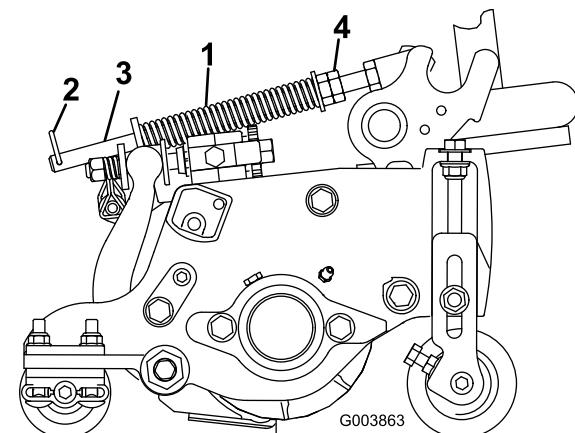

图15
草坪补偿弹簧（图15）可将重量从前滚筒转移至后滚筒。（这有助于减少草坪的波动图形，也称为波浪形或摆动形。）
1. 确保发卡销安装在弹簧杆的后孔内（图15）。
2. 拧紧弹簧杆前端的六角螺母，直至 Reelmaster 5410 上 12.7cm 滚刀组压缩后的弹簧长度为 12.7cm，或者在 Reelmaster 5510 和 5610 上 17.78cm 滚刀组上压缩后长度为 15.9cm（图15）。